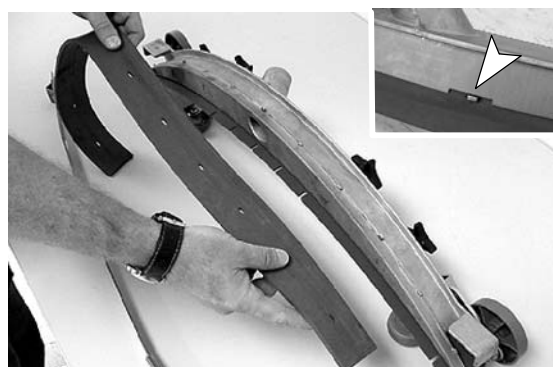

РИС. 53
3. Поверните тыльное лезвие к новой вытирающей кромке и установите ленту на прежнее место. Проследите за тем, чтобы кромка полосы с надрезом была обращена вниз (Рисунок 53).